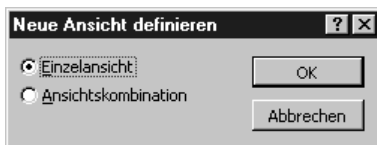

Abbildung 18.7:
2. Klicken Sie im Dialogfeld WEITERE ANSICHTEN rechts auf NEU. Das Dialogfeld NEUE ANSICHTEN definieren erscheint (siehe Abbildung 18.7).